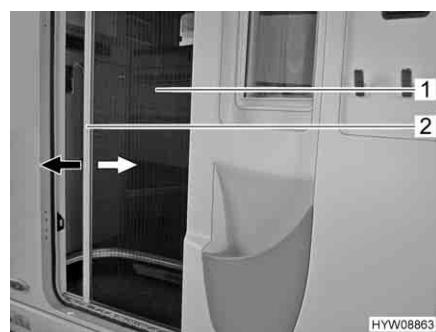

Fig. 27 Protezione contro gli insetti
- Afferrare la barra di presa (Fig. 27,2) con entrambe le mani ed estrarre con movimento uniforme la protezione contro gli insetti (Fig. 27,1) dall'alloggiamento della porta.
- Apertura:* ■ Afferrare la barra di presa (Fig. 27,2) con entrambe le mani e spingere la protezione contro gli insetti (Fig. 27,1) nell'alloggiamento della porta esercitando una leggera pressione.